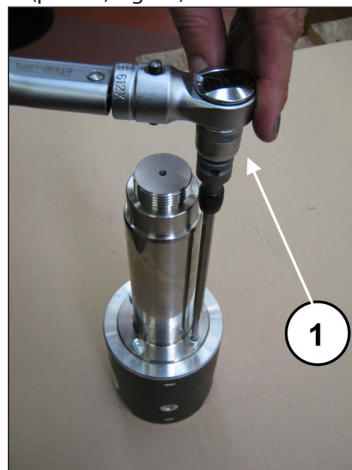

Fig. 50
Bloccare il guida pistone in morsa con l'ausilio di apposito attrezzo e procedere alla taratura delle viti con chiave dinamometrica (pos. ①, Fig. 50) come indicato nel capitolo 3.